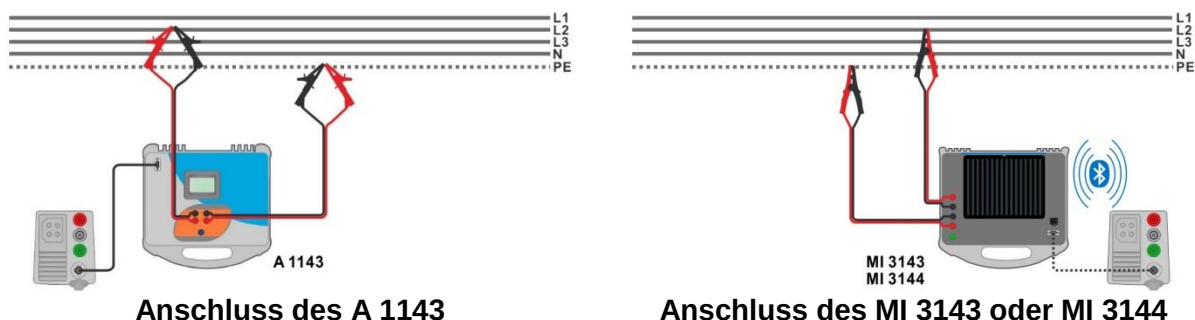

Abbildung 7.51: Hoch präzise Schleifenimpedanzmessung
- › Überprüfen Sie die Bluetooth Aktiv-Anzeige, wenn das MI 3143 oder MI 3144 Euro Z Adapter über Bluetooth mit dem Prüfgerät MI 3155(H) verbunden ist.
- › Schließen Sie die Prüfleitungen am Prüfling an, siehe **Abbildung 7.51** und **Abbildung 7.52**.